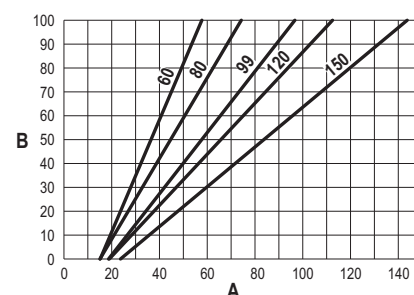

fig. 75
- Appuyer sur les **touches contextuelles 1 et 2** pour augmenter ou diminuer la puissance thermique (minimum = 00 - maximum = 100). Voir diagramme « Réglage Puissance Thermique » (fig. 75).